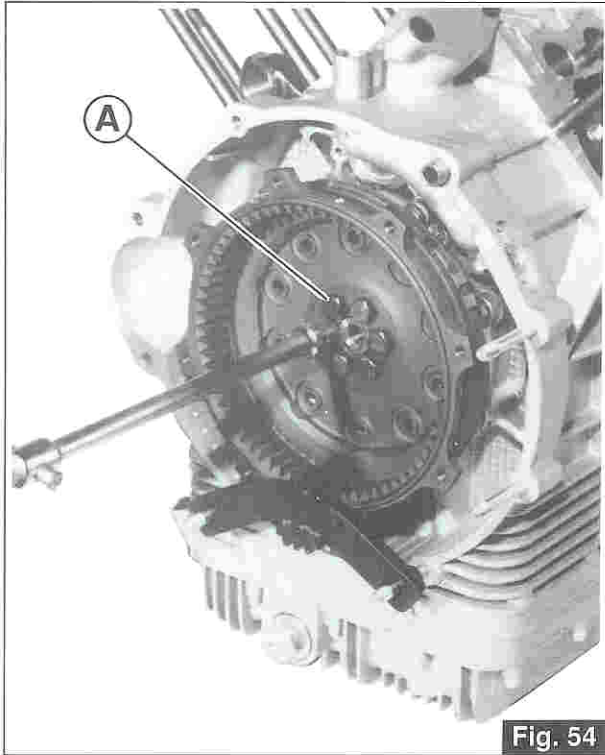

Fig. 54
- Svitare le sei viti «A» di tenuta del volano all'albero motore e smontare il volano (Fig. 54). Dette viti dato l'elevato carico e le sollecitazioni alle quali sono sottoposte, al successivo rimontaggio dovranno essere sostituite con viti nuove; (applicare sulle viti Loctite e bloccare alle coppie di serraggio di Kgm 4÷4,2).
- *Unscrew the six screws «A» that hold flywheel to crankshaft and remove the flywheel (Fig. 54). These screws must withstand considerable loads and stresses and cannot be reused. Fit new screws when reassembling (use Loctite on the screws and torque up to 4÷4.2 Kgm).*